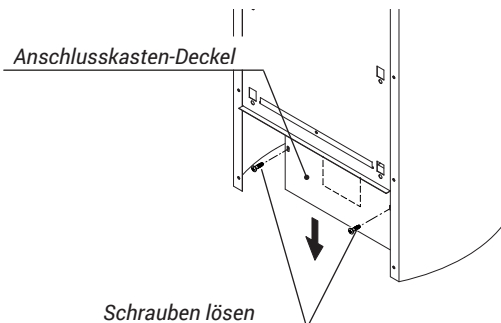

Abb. 6
- Rückseitigen Deckel des Anschlusskastens öffnen (2 Schrauben lösen) gemäß Abb. 6 und Deckel nach unten entnehmen.